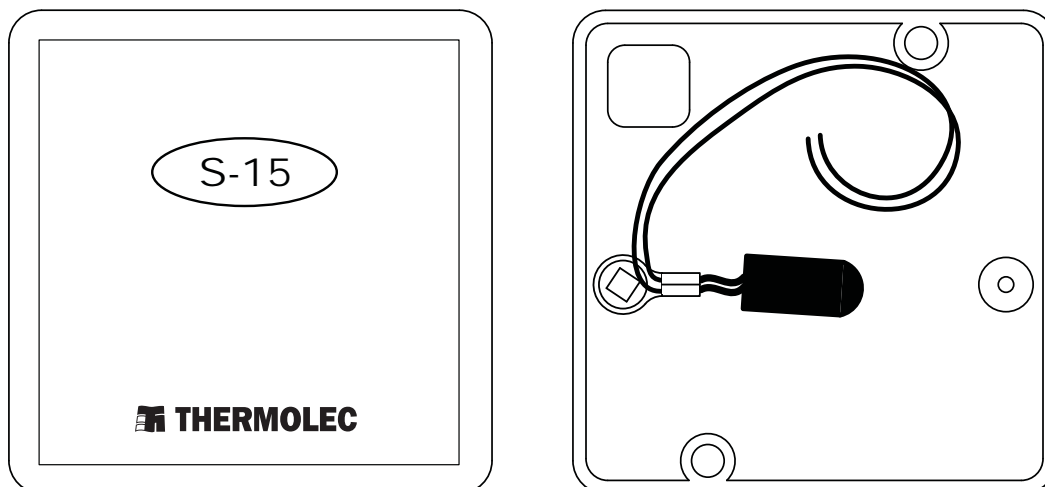

Fig. 1c
- 3 Le capteur extérieur **S-15** (Voir Fig.1c) est fourni avec l'hygrostat (mural ou de conduit). Il doit être installé idéalement sur un mur extérieur orienté au nord ou sur un conduit d'entrée d'air frais. Ce capteur extérieur réduit automatiquement le réglage de l'hygrostat en fonction de la température extérieure dans le but d'éviter la condensation pendant les journées de grand froid. Il fait l'inverse lors des journées plus douces sans qu'on ait à retoucher manuellement le bouton de l'hygrostat. Le capteur extérieur est une thermistance CTN de 10 kilo-ohms (coefficient de température négatif). Afin d'installer le S-15 sur un conduit d'air frais, percer un trou de 3/8" dans le conduit, enlever le plastique protecteur du Velcro et pousser le bout noir du capteur dans le conduit tout en collant le Velcro au conduit d'air frais.